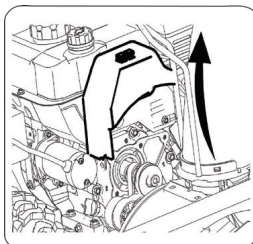

Рис. 1
1. Снимите крышку ремня в передней части двигателя, открутив два самореза (Рис. 1).
1. Снимите крышку ремня на передней части двигателя, открутив два самореза (Рис. 1).